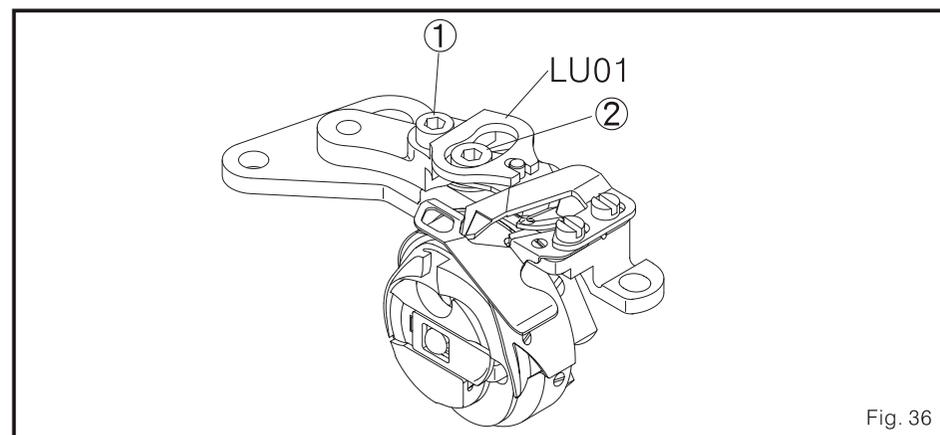

Fig. 36
- (2) solta o parafuso da barra conector da faca móvel com a chave inglesa com ajustar hexagonal (3 mm), e então removem.o LU01 (Fig. 36)
- (3) solta a cavilha fixou parafuso 2 da faca móvel.
- (4) depois de remover o parafuso de cavilha da faca móvel, por favor desensamble da faca móvel.